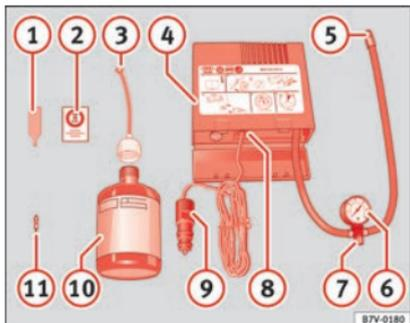

Fig. 57 Rappresentazione standard: contenuto del kit per la riparazione degli pneumatici.
- Svitare il cappuccio e l'elemento di tenuta della valvola del pneumatico. Utilizzare l'apparato » fig. 57 ① per estrarre l'elemento di tenuta. Collocarlo su una superficie pulita.
- Agitare vigorosamente la bomboletta del sigillante per pneumatici » fig. 57 ⑩.
- Avvitare il tubo di gonfiaggio » fig. 57 ③ alla bomboletta del sigillante. La piombatura della bomboletta si rompe automaticamente.
- Rimuovere il tappo del tubo di riempimento » fig. 57 ③ e avvitare l'estremità aperta dal tubo alla valvola dello pneumatico.
- Ricollocare l'elemento di tenuta con l'apparato » fig. 57 ① nella valvola del pneumatico.
- Avvitare il tubo di gonfiaggio del pneumatico del compressore » fig. 57 ⑤ nella valvola del pneumatico.
- Verificare che la vite di sfogo dell'aria sia chiusa » fig. 57 ⑦.
- Collegare il connettore » fig. 57 ⑨ a una presa elettrica a 12 V del veicolo » pag. 143.
- Collegare il compressore ad aria con l'interruttore ON/OFF » fig. 57 ⑧.